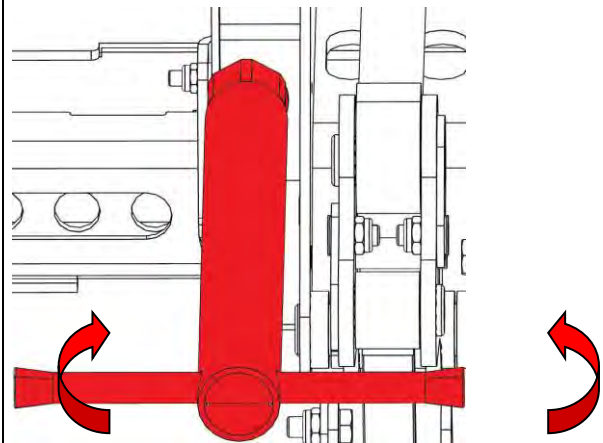

Bild 26
- 1) Seitenspannung auf Steinlagenbreite mit Steckschlüssel nach Skalenaufkleber auf beiden Seiten des Gerätes Seitenspannung rechts u. links auf gleichen Wert einstellen (siehe Bild 26 + 27).